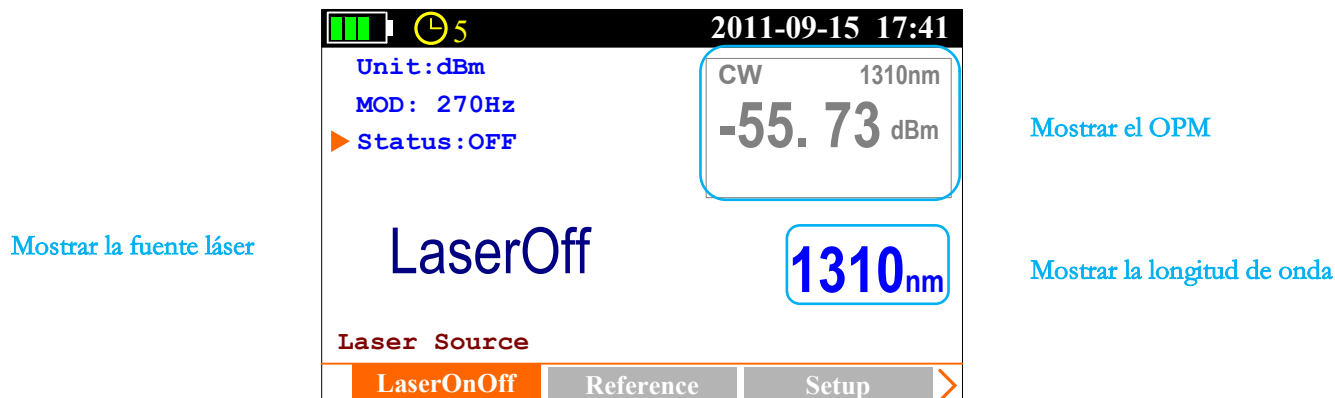

Figura 3.4
Presiona  y  A la siguiente interfaz, consulte la Figura 3.4.
- Presione y a la subinterfaz [LaserOnOff], consulte la Figura 3.4;